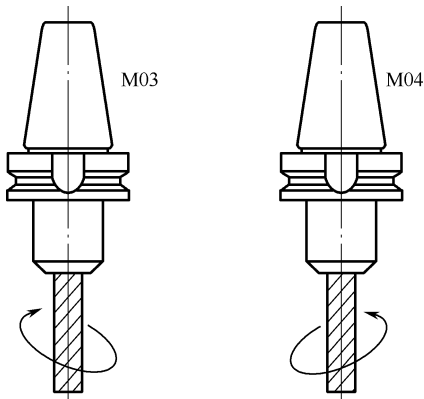
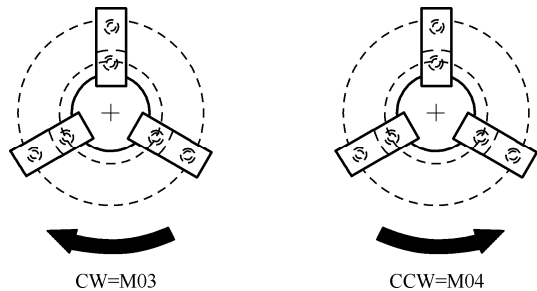

图 2-3 立式数控铣床主轴旋转方向
图 2-4 数控车床主轴旋转方向 (从主轴箱观看)
(CW) 和逆时针旋转 (CCW) 的正确视点。图 2-3 为立式数控铣床主轴旋转方向的判断。图 2-4 为数控车床主轴旋转方向的判断。